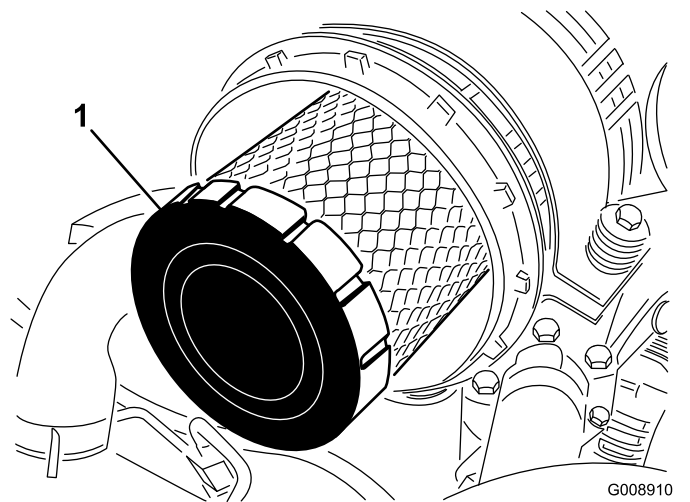

Figura 97
4. Togliete il filtro primario dell'olio (Figura 97).